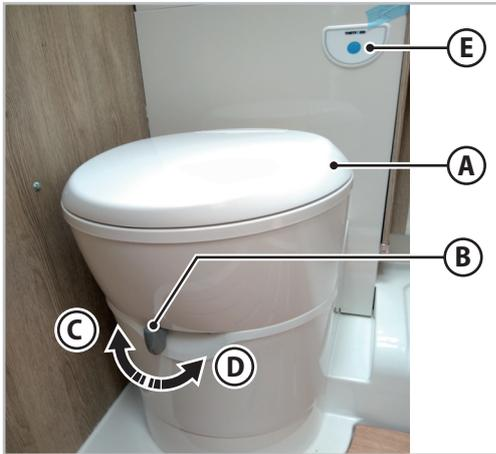

Abb. 6.44 - Toilettenspülung
Der Obere Teil der Toilette (**A** - Abb. 6.44) kann zur optimalen Raumnutzung nach rechts oder links gedreht werden.
1. Bewegen Sie den Hebel (**B** - Abb. 6.44) auf (**C** - Abb. 6.44), um die Ablassklappe zu öffnen.
2. Halten Sie die Spültaste (**E** - Abb. 6.44) für die erforderliche Zeit gedrückt.
3. Um die Ablassklappe zu schließen, den Hebel in Position (D - Abb. 6.44) stellen.
1. Überprüfen Sie, ob die Ablassklappe der Toilette geschlossen ist: Der Hebel (B - Abb. 6.44) muss auf (D - Abb. 6.44) sein.